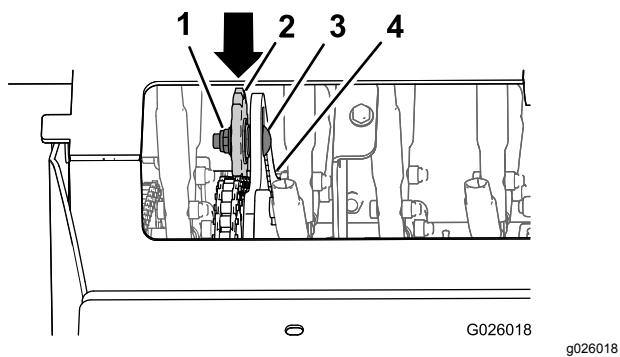

Figure 73
4. Desserrez le contre-écrou et le boulon de carrosserie qui fixent le pignon de tension (Figure 73).
- Poussez le pignon vers le bas et l'avant pour augmenter la tension de la chaîne, comme montré à la Figure 73.